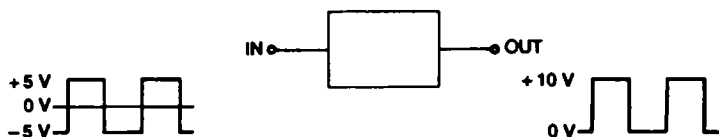

Figura Q.3
- 9 Circuitul conținut în blocul din figura Q.3 este